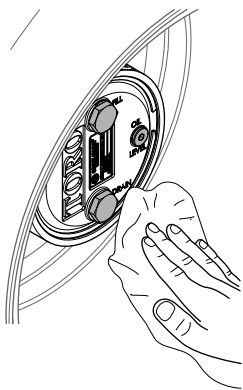

Figure 95
- Essuyez soigneusement les carters de frein et de train planétaire (**Figure 95**).